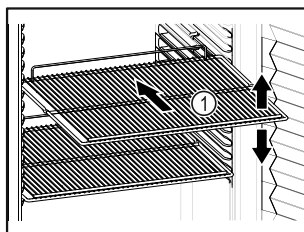

Fig. 62 Beispielfhafte Darstellung
- Wenn Ablageflächen Fig. 62 (1) versetzbar sind, Ablageflächen je nach Höhe anpassen.